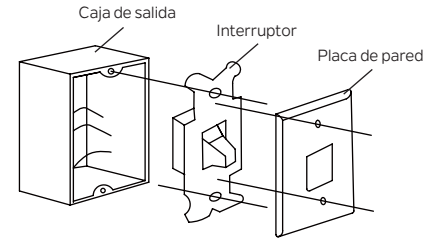

Figura 17
Paso 1. Retire la placa de pared existente y el interruptor antiguo de la caja de salida de pared. Desconecte los cables. (Figura 17)